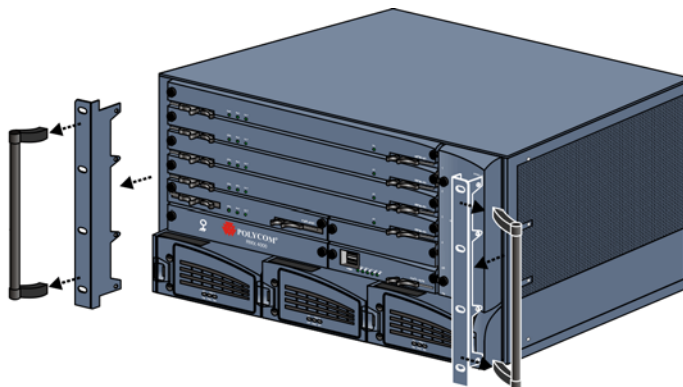

图 1-4 移除和安装 19 英寸和 23 英寸支架
- 1 将 RMX 4000 安装到 23 英寸机架上要求先从 MCU 上取下手柄，然后再取下 19 英寸支架。如图 1-4 所示。